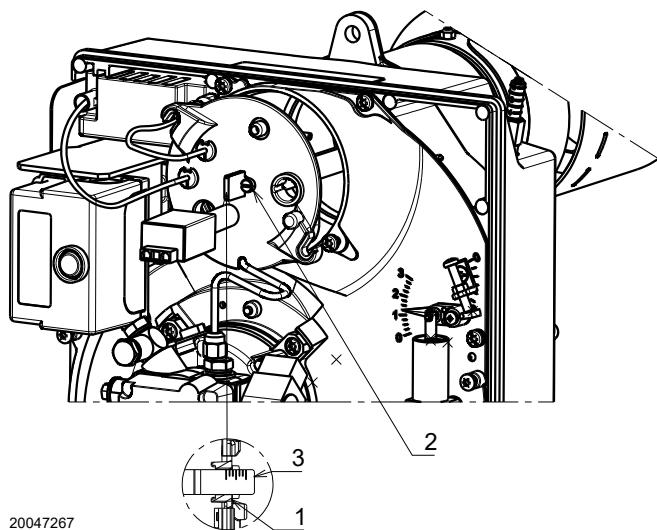

Fig. 14
- Turner la vis de réglage 2) (Fig. 14) dans le sens des aiguilles d'une montre ou dans l'autre sens, jusqu'à ce que l'encoche gravée sur la bride de régulation 3) corresponde avec le plan externe du groupe porte gicleur 1).